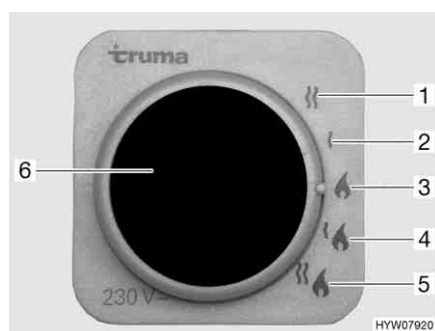

Fig. 66 Selettore di energia per riscaldamento/boiler
- Funzionamento a gas (Fig. 66,3)
- Funzionamento elettrico a 230 V con gradi di potenza da 900 W (Fig. 66,2) oppure 1800 W (Fig. 66,1)
- Funzionamento a gas e funzionamento elettrico a 230 V (funzionamento misto) con gradi di potenza da 900 W (Fig. 66,4) oppure 1800 W (Fig. 66,5)
Se viene selezionato il funzionamento elettrico a 230 V, la spia gialla di controllo si accende (Fig. 66,6).